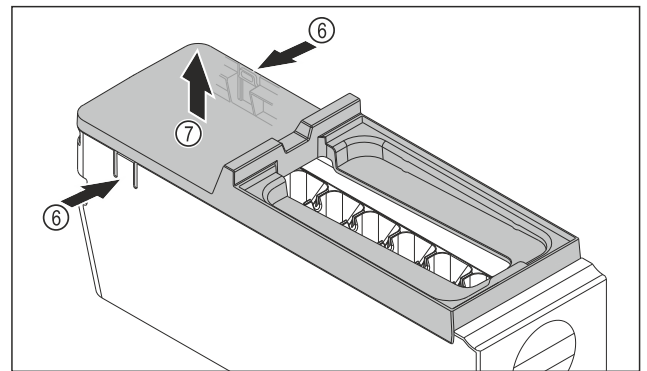

Fig. 94
- ▶ Abdeckung des EasyTwist-Ice-Körpers entnehmen: Laschen Fig. 94 (6) an den beiden Seiten des EasyTwist-Ice-Körpers mit einer Hand drücken.
- ▶ Abdeckung Fig. 94 (7) mit der anderen Hand nach oben entnehmen.